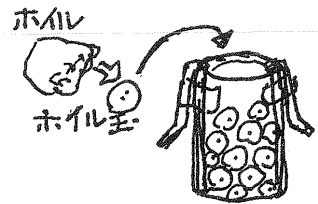

図3
- ③ アルミホイルを約10cm四方に切り、これを丸めて直径5～6mmほどの玉を10～15個くらい作り、フィルムケースの中に入れる。(図3)